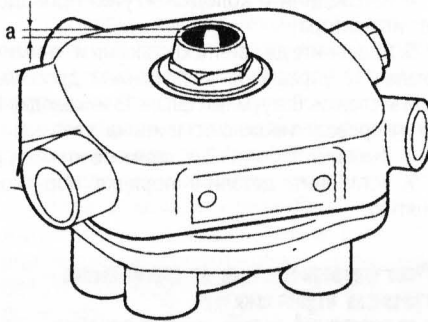

Рис. 4.73. Система впрыска KE-Motronic (регулировка свободного хода распределителя топлива): а = 0,6 мм
12. Регулировку необходимо проводить, поворачивая стопорный винт плунжера управления распределителя топлива. Расстояние от стопорного винта до плеча гайки должно быть 0,6 мм (рис. 4.73 и 4.74). Четверть оборота соответствует 1,3 мм перемещения пластины. Для увеличения свободного хода стопорный винт необходимо ввернуть, а для уменьшения – вывернуть.